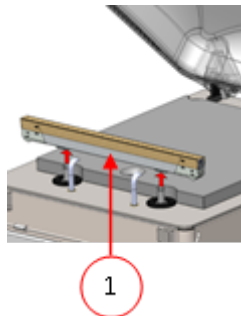
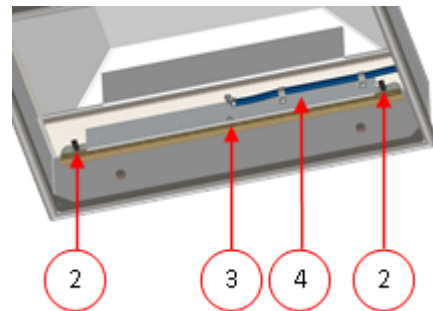

Abbildung 25: Entfernen der Schweißleiste (Kunststoffdeckel)
Abbildung 26: Entfernen der Schweißleiste (Metalldeckel)
An Maschinen mit einem Kunststoffdeckel sind die Schweißleisten auf Zylindern angebracht (*Abbildung 25: Entfernen der Schweißleiste (Kunststoffdeckel)* auf Seite 74). An Maschinen mit einem Metalldeckel sind die Schweißleisten im Deckel angebracht (*Abbildung 26: Entfernen der Schweißleiste (Metalldeckel)* auf Seite 74).
1. Entfernen Sie die Schweißleiste, indem Sie sie von den Zylindern abheben. Vgl. *Abbildung 25: Entfernen der Schweißleiste (Kunststoffdeckel)* auf Seite 74.
**Kunststoffdeckel** Heben Sie die Schweißleiste von den Zylindern ab. Vgl. *Abbildung 25: Entfernen der Schweißleiste (Kunststoffdeckel)* auf Seite 74.
**Metalldeckel** Vgl. *Abbildung 26: Entfernen der Schweißleiste (Metalldeckel)* auf Seite 74. Entfernen Sie die Schweißleiste von den Halterungen (4), indem Sie die beiden elektrischen Stecker (2) trennen und die M6-Schraube (3) entfernen.